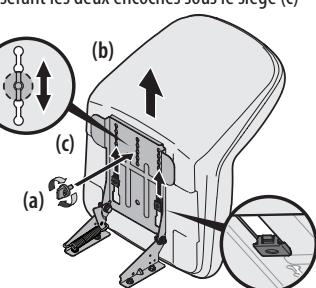

Figure 4
- Faites glisser le siège (b) vers l'arrière dans le support de pivotement (c) en alignant la fente centrale du support avec le trou libre sur la base du siège (b). Voir Figure 4.
NOTE : Assurez-vous que les deux encoches du siège s'enclenchent dans le support de pivotement, comme illustré dans l'encadré de la Figure 4.